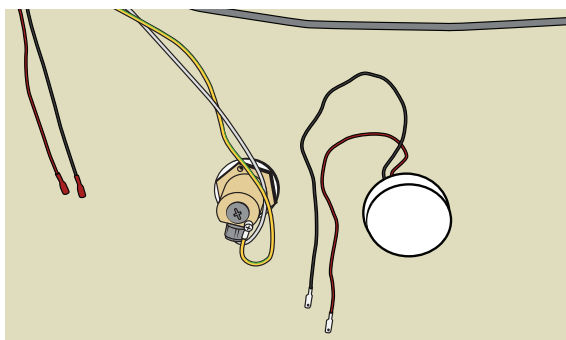

Figure 43
26. Si la fonction musique est disponible, débranchez les haut-parleurs gauche et droit. Voir Figure 43.